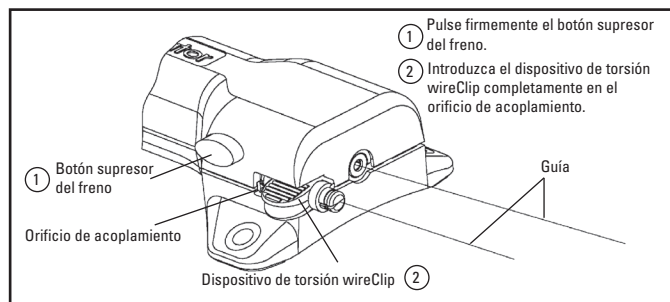

Figura 5. Botón supresor del freno y orificio de acoplamiento del dispositivo de torsión wireClip
- El orificio de acoplamiento puede utilizarse para mantener el freno en la posición suprimida. Mientras pulsa el botón supresor del freno, introduzca completamente la combinación de dispositivo de torsión wireClip/guía en el orificio de acoplamiento (vea la Figura 5). El botón supresor del freno permanecerá pulsado. **No utilice esta característica durante la ablación.**